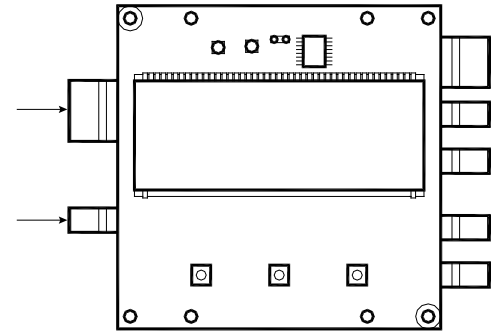

Abbildung 30: Kabel zu Steckern
- Die Kabel mit den entsprechenden Steckern auf der linken Seite der Platine wie in Abbildung 30 30 gezeigt verbinden.